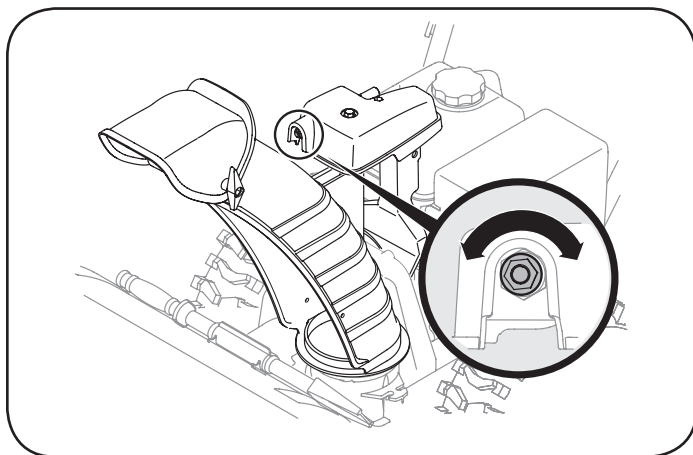

Figura 66
3. Para incrementar la precarga, apretar la tuerca hexagonal en sentido horario en intervalos de $\frac{1}{4}$ de vuelta. Véase la Figura 66.